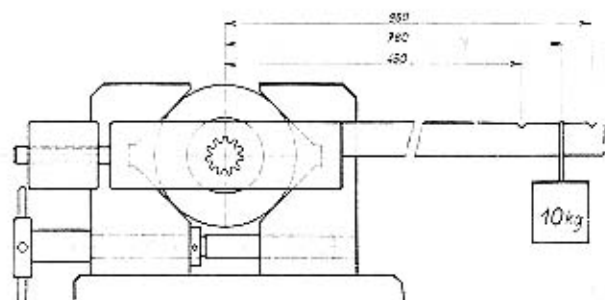

Abb. No. 12. Kontrolle der Lamellenkupplung mit Hebelstange
- d) Den Anker in der Zusammenstellung mit dem Deckel und dem Ritzel in die Vorrichtung einspannen und mit Hebel und Gewicht die Lamellenkupplung einstellen. (Abb. No. 12.) Die vorgeschriebenen Werte sind dabei einzuhalten. Einstellung von höheren Werten kann leicht zur Beschädigung des Anlassers führen. Beim Einspannen ist eine Einspannungsvorrichtung zu verwenden, beim unfachgemässen Einspannen in den Schraubstock kann der Anker leicht beschädigt werden. Der Bremsmoment der Lamellenkupplung kann durch Anzahl der Ausgleichscheiben im Mitnehmer der Kupplung reguliert werden. Die Unterlagscheiben werden zwischen die Kupplung und den Druckring eingelegt. (Ausgleichscheiben gibt es in der Dicke von 0,3, 0,16 und 0,1 mm.)